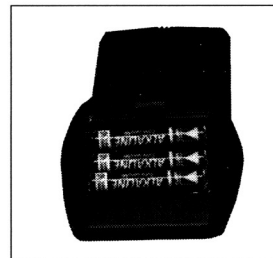

Fig. 3: Compartiment à piles
Allumer le récepteur. Activer la procédure de programmation des adresses du récepteur : voir les instructions concernant le récepteur (*). Le Récepteur émettra trois (3) bips pour indiquer qu'il est prêt à se synchroniser avec la télécommande. Insérer les 3 piles type AAA dans le compartiment prévu à cet effet sur le dessous de la télécommande (Fig. 3). Une fois les piles installées dans la télécommande, appuyer sur le bouton On. Le récepteur émettra 4 bips pour indiquer que la commande de la télécommande est acceptée et qu'il est configuré sur le code particulier de cette télécommande. Le système est désormais initialisé.